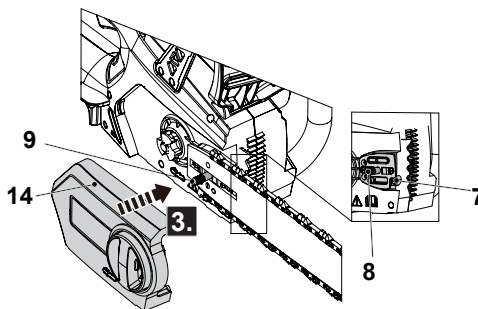

Fig. 5
7. Aparafusar o parafuso de tensão (7) no sentido dos ponteiros do relógio para ajustar o pino de tensão (8) / barra guia (12) para a direita para apertar a corrente da serra (11) com a Multiferramenta (25), depois alinhar e colocar a capa da motosserra da corrente (14) sobre o parafuso de montagem (9) (Fig. 5).